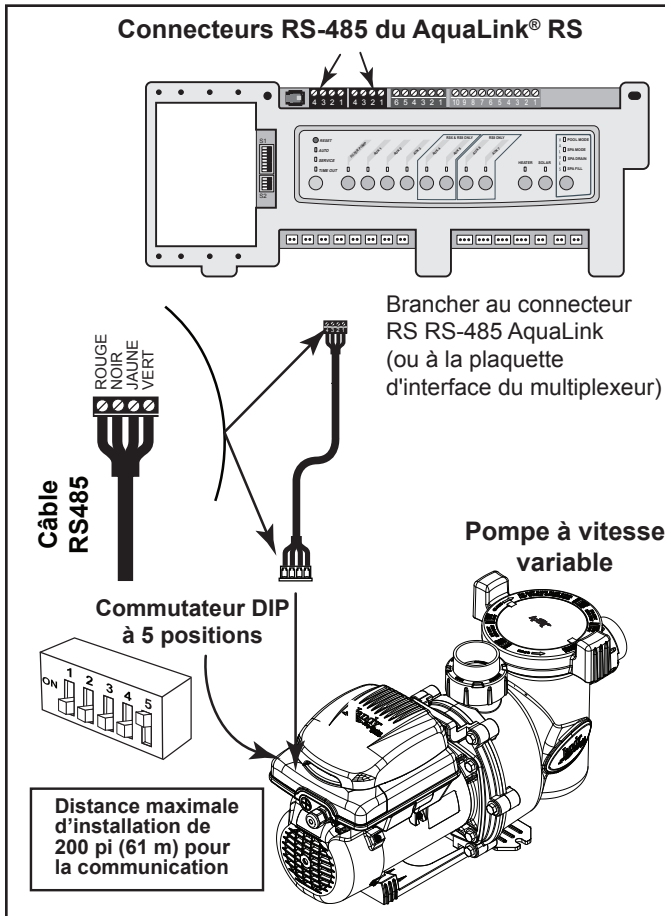

Figure 7. Câblage du régulateur AquaLink RS ou AquaLink PDA vers la pompe VS-FHP1.0
- Pour la VS-FHP1.0, faire glisser les commutateurs DIP 1 et 2 vers le bas, à la position OFF (désactivés) et le commutateur DIP 5 vers le haut, à la position ON (activés). Voir la Figure 7.
- Raccorder le nouveau câble RS-485 du régulateur AquaLink par le biais du raccord de compression disponible et passer le câble à 4 conducteurs par l'orifice fileté de l'entraînement du moteur le plus proche du connecteur. Figure 7.
- Raccorder l'autre extrémité du câble à un connecteur RS-485 sur le régulateur AquaLink® RS (ou carte d'interface du multiplexeur), en faisant correspondre les couleurs de fil avec les positions du connecteur, comme suit : 1 rouge, 2 noir, 3 jaune et 4 vert. Voir la Figure 7.
10. Préparer le câble et fixer un autre connecteur à 4 broches, en s'assurant que les couleurs des fils correspondent à la Figure 7.
13. Vérifier que les réglages des commutateurs DIP correspondent à la Figure 7
Tel qu'il est indiqué aux figures 7, 9, 10 et 11, le commutateur DIP quatre ou cinq est situé à l'arrière de la pompe VS-FloPro. Ce commutateur DIP remplit deux (2) fonctions : il choisit l'adresse de la pompe et détermine quel type de régulateur sera employé avec la pompe.